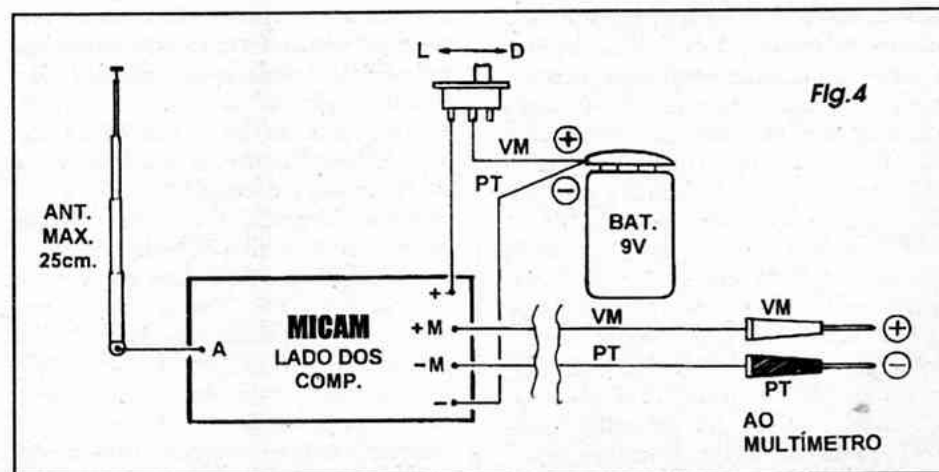

Fig.4
**- FIG. 4 - CONEXÕES EXTERNAS À PLACA** - Ainda vista pela face não cobreada, a plaquinha agora indica (em diagrama muito fácil de entender...) as ligações feitas *do impresso para fora*... São todas simples, estas ligações, porém importantes (e algumas delas, *polarizadas*...). A única conexão *não polarizada* refere-se à anteninha, cujo cabinho (curto) de ligação deve ser levado ao ponto A... Os pontos (+) e (-) devem receber, respectivamente, os cabinhos do **positivo (vermelho)** e **negativo (preto)** vindos do *clip* de conexão à bateria... Observar que o pequeno interruptor geral da alimentação deve ser intercalado no fio do **positivo (vermelho)**... Finalmente, o par de cabos (também polarizados, com o *velho código de vermelho*